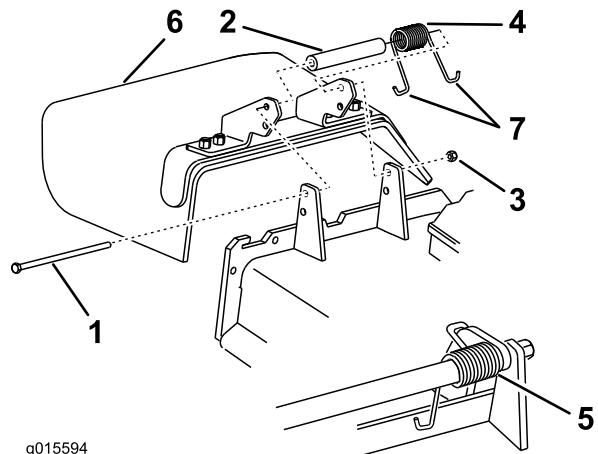

図 1
1. 側方排出用シートを刈り込みデッキに固定しているロックナット、ボルト、スペーサー、スプリングを取り外す図1。
2. 刈り込みデッキから側方排出用シートを取り外す図1。